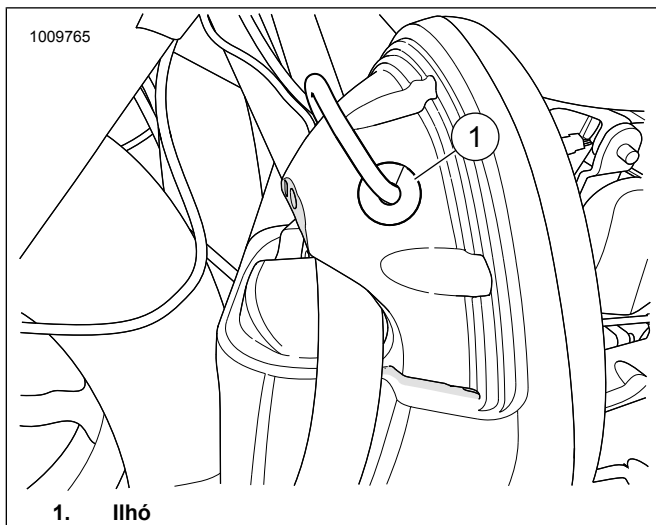

Figura 16. Carenagem inferior mostrada
13. Veja a figura 16. Remova o ilhó do fio do alto-falante (1) da carenagem inferior.